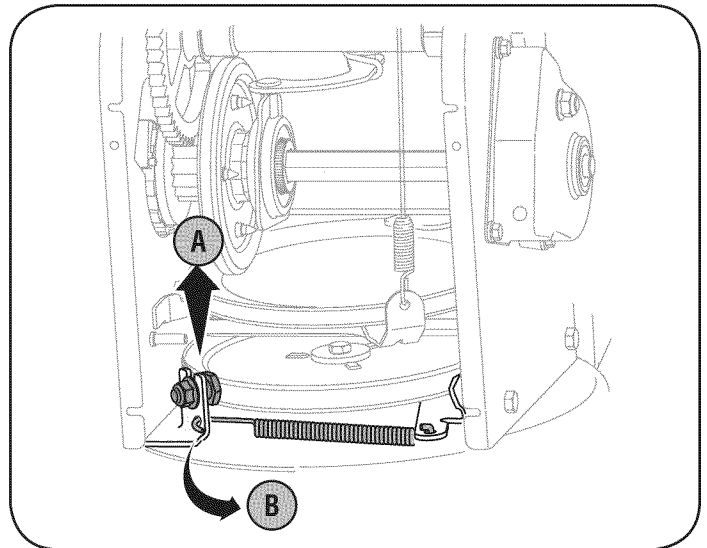

Figura 31
6. A. Afloje y retire el tornillo con reborde que actúa como guarda de la correa. Vea la figura 31.